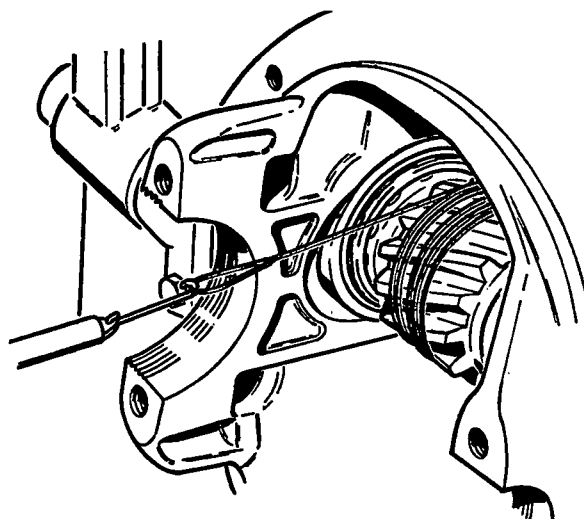

Fig. 17
- Meet de voorspanning van de rollagers (43 en 48) als volgt: Wikkel een soepele draad enkele malen om het tandwiel (44) en meet met behulp van een unster de voorspanning van de lagers, terwijl de as draait, dus niet wanneer deze nog stilstaat. De juiste voorspanning bedraagt voor nieuwe lagers 0,12—0,23 mkg (fig. 17), dat wil zeggen dat op de unster 2—3 kg moet worden afgelezen. De juiste voorspanning voor gebruikte lagers bedraagt 0—0,02 mkg, dat wil zeggen, dat op de unster 0—0,3 kg moet worden afgelezen.
- Voor het verkrijgen van de juiste lagervoorspanning moeten zonedig opvulringen (42) worden bijgelegd of verwijderd aan de tegenover het kroonwiel gelegen zijde van de as.